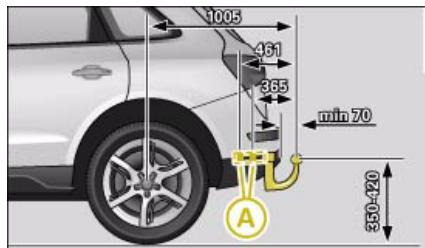
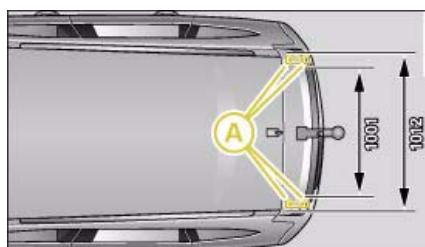

Fig. 202 Ubicación de los puntos de fijación, vista desde el lado
Fig. 203 Ubicación de los puntos de fijación, vista desde arriba
Los puntos de fijación que se indican en las ilustraciones ⇒ fig. 202 y ⇒ fig. 203 con una (A) se encuentran en los bajos del vehículo.